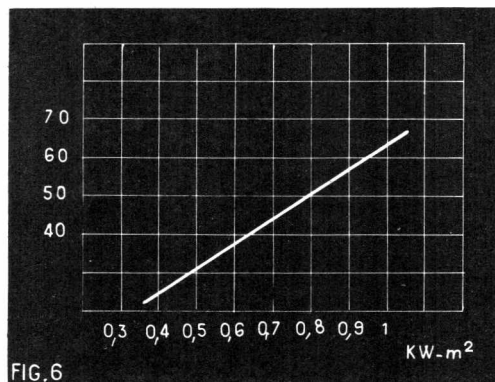

FIG. 6
Pour un poste de haute qualité (FM) une tension régulée est nécessaire. La figure 6 est le schéma d'une alimentation de bonnes performances. Cette fois les deux enroulements chauffage sont montés en série, cette tension est redressée par une diode de 15 V minimum et supportant environ 1 ampère. La cellule de filtrage est suivie d'un régulateur très suffisant. Pour diminuer la résistance interne dynamique, on peut ajouter un chimique de 100 μ F 25 V entre le curseur du potentiomètre et la ligne positive. La résistance interne diminue dans le même sens que la résistance comprise entre le curseur et la ligne positive. Les transistors sont des AD162-AC128-AC132 respectivement en T_1, T_2 et T_3 . Si nécessaire, l'AD162 sera muni
rement la figure 6 indique que le courant peut être 0,034 A. Il faudra donc coupler en parallèle $0,1/0,034 = 3$ séries. Au total il faudra 42 cellules.